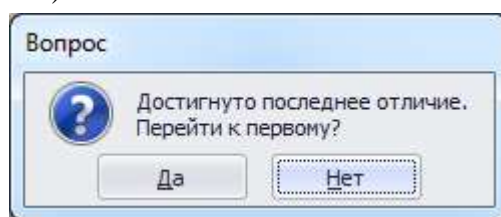

Рисунок 3.278
- кнопки навигации по отличиям «Следующее отличие» и «Предыдущее отличие» предоставляют возможность перехода к следующему и предыдущему отличию соответственно. Навигация осуществляется по типам совпадений 2-4 (частичное совпадение, запись имеется только в левой схеме, запись имеется только в правой схеме). Если выделена последняя запись и нажата кнопка перехода к следующему отличию, на экране появится вопрос следующего содержания (см. рисунок 3.278).